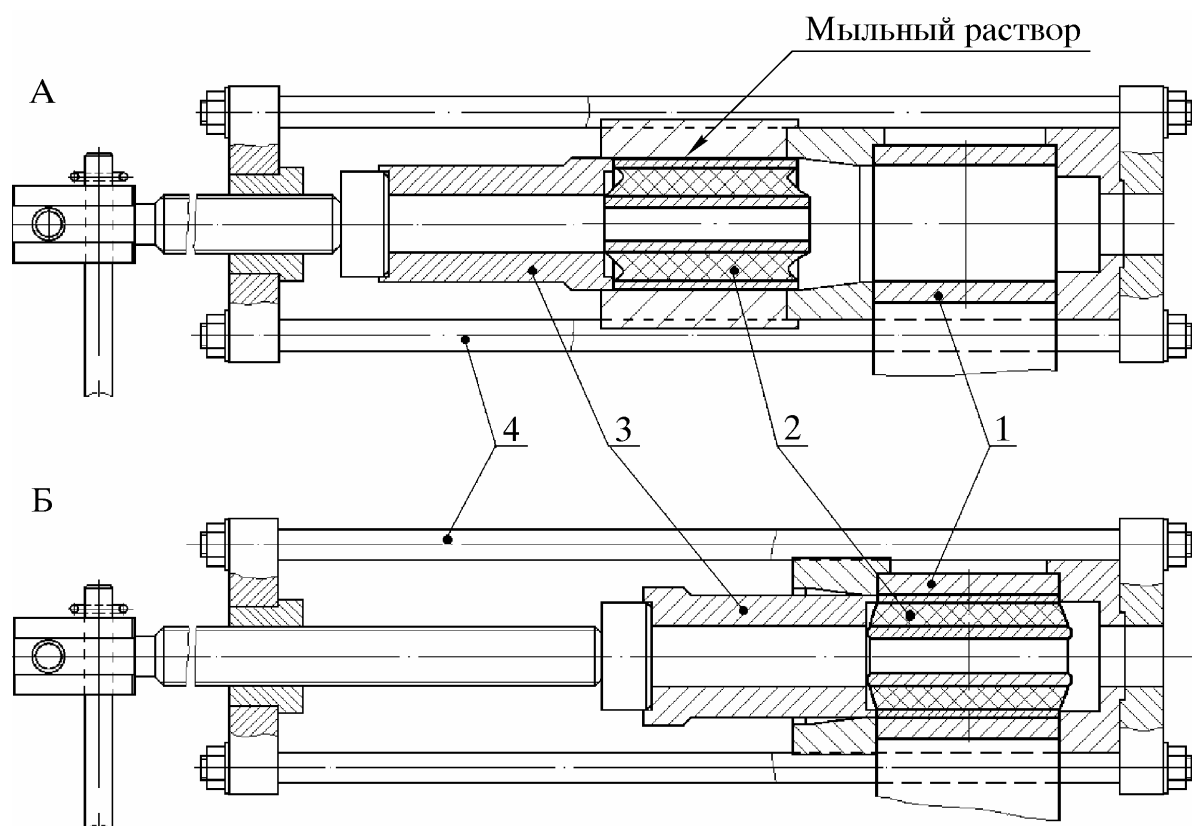

Рис. 16. Запрессовка резинометаллического шарнира в отверстие наконечника штанги стабилизатора:
6.8.1.1. Запрессовать шарнир 2 (рис. 16, А) в отверстие левого наконечника штанги 1 стабилизатора, как показано на рис. 16, А, предварительно нанеся на его поверхность раствор мыла
6.8.1.2. Допрессовать шарнир 2 (рис. 16, Б) в отверстие наконечника штанги 1, перевернув оправку 3, как показано на рис. 16, Б.